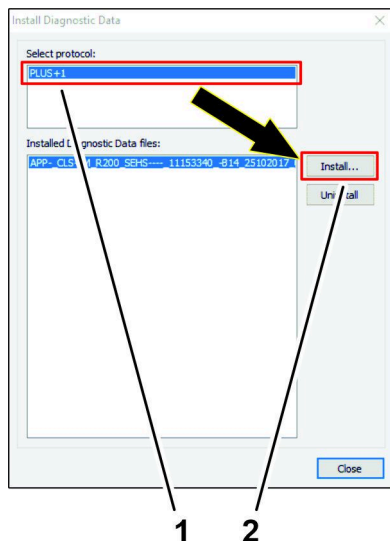

Figura 48
- En el cuadro de diálogo Seleccionar Protocolo, haga clic en el icono PLUS+1, y pulse el icono INSTALAR (Figura 48).